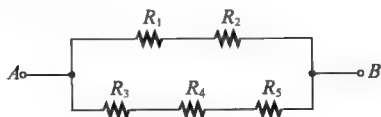

图 6-72
1. 考虑图 6-72 所示的电路，下列哪些说法正确？
2. 图 6-72 的总电阻可用下面哪个公式求得?
3. 如果图 6-72 中所有电阻的阻值相同, 在 A 和 B 端之间加电压, 电流是